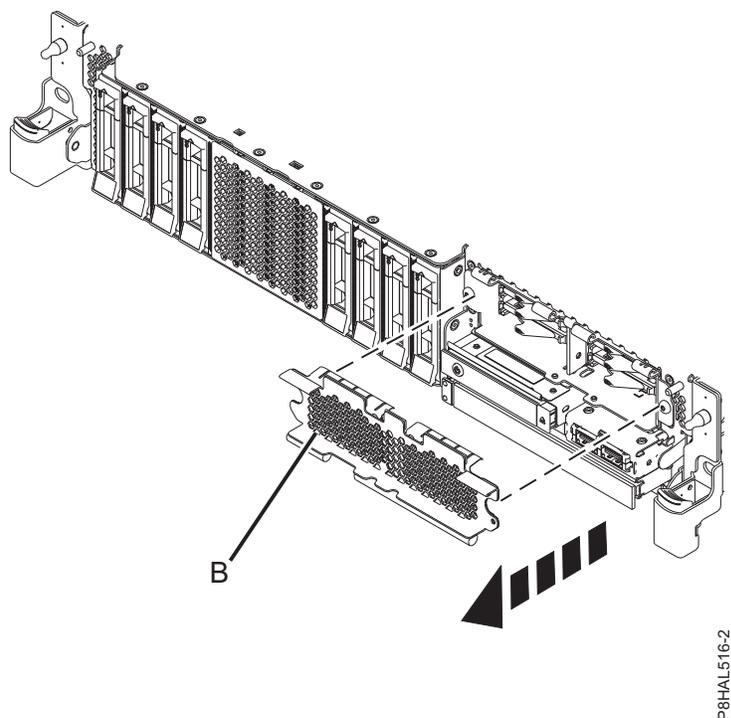

図 34. 拡張機能 システム内の SSD スロットにアクセスするための SSD ケージ・カバーの取り外し
14. SSD スロットにアクセスするために、38 ページの図 34 に示すように SSD ケージを覆っている穴開きプレート (B)を取り外します。